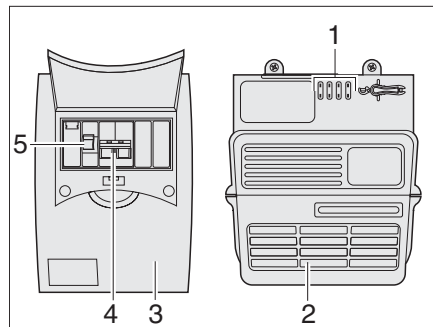

Bild 92 Transformatorenhet och automatsäkring
230 V-automatsäkringen (Bild 92,3) är monterad bredvid transformatorenheten (Bild 92,2).
I säkringslådan (Bild 92) finns huvudsäkringen (Bild 92,4) och en jordfelsbrytare (Bild 92,5).
Jordfelsbrytaren (Bild 92,5) mäter strömflödet från strömtillopps- och returledningen. Om det är en jämvikt mellan de båda ledningarna aktiveras inte jordfelsbrytaren. Om det uppstår en differens mellan ledningarna avbryter brytaren strömflödet omedelbart. På så sätt förhindras farliga strömolycsfall.
- Tryck huvudbrytaren (Bild 92,4) uppåt till läge "ON".
- Tryck jordfelsbrytaren (Bild 92,5) uppåt till läge "ON".